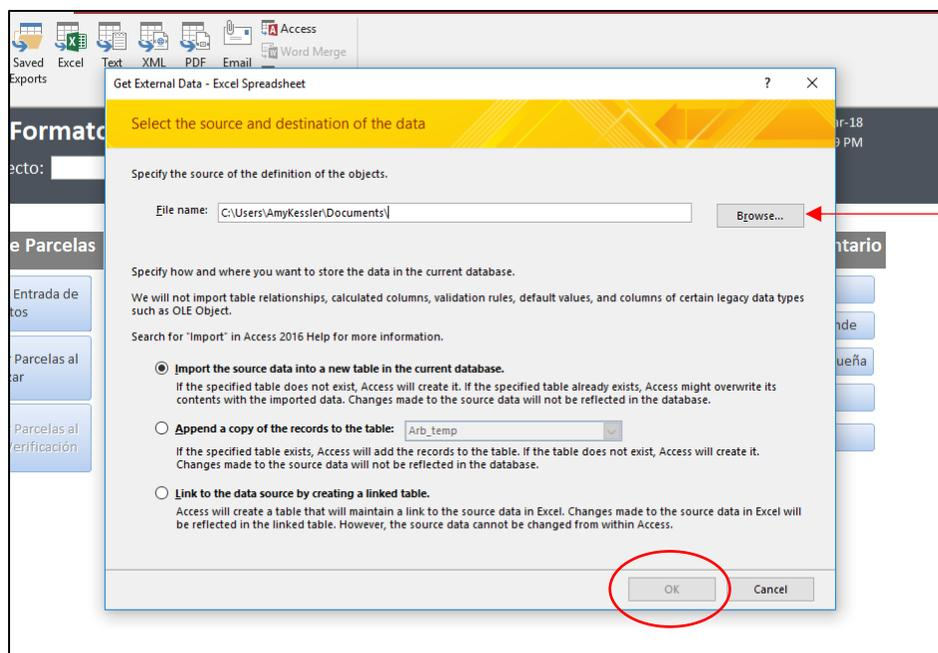

Figura 19. Seleccionar la Tabla de Atributos que se quiere importar
- 3.4 En la ventana, seleccionar donde está guardada la Hoja de Excel que se generó con la Tabla de Atributos en la sección [File Name] y da clic en [OK] (Figura 19).